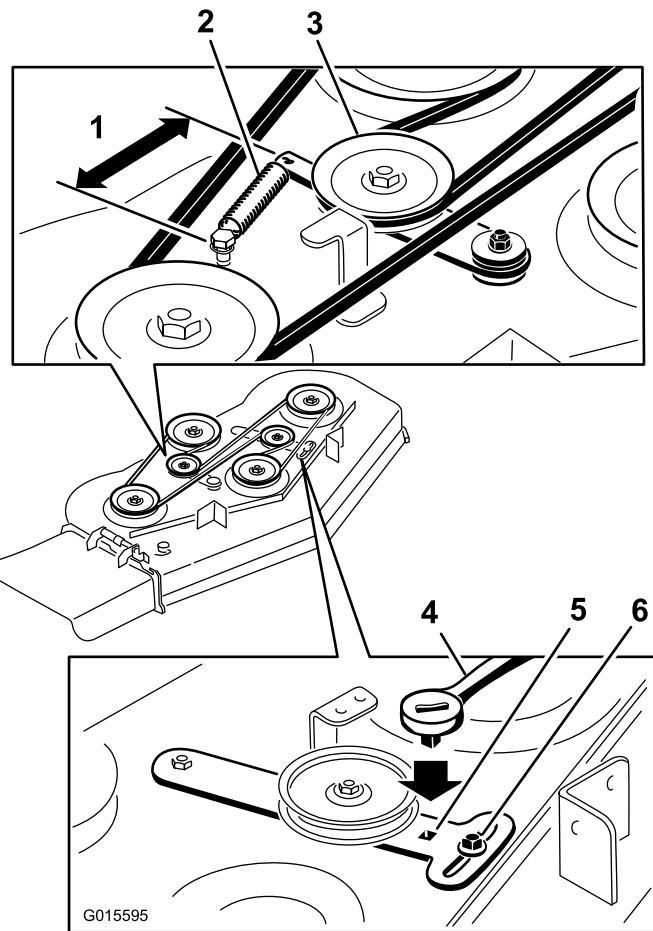
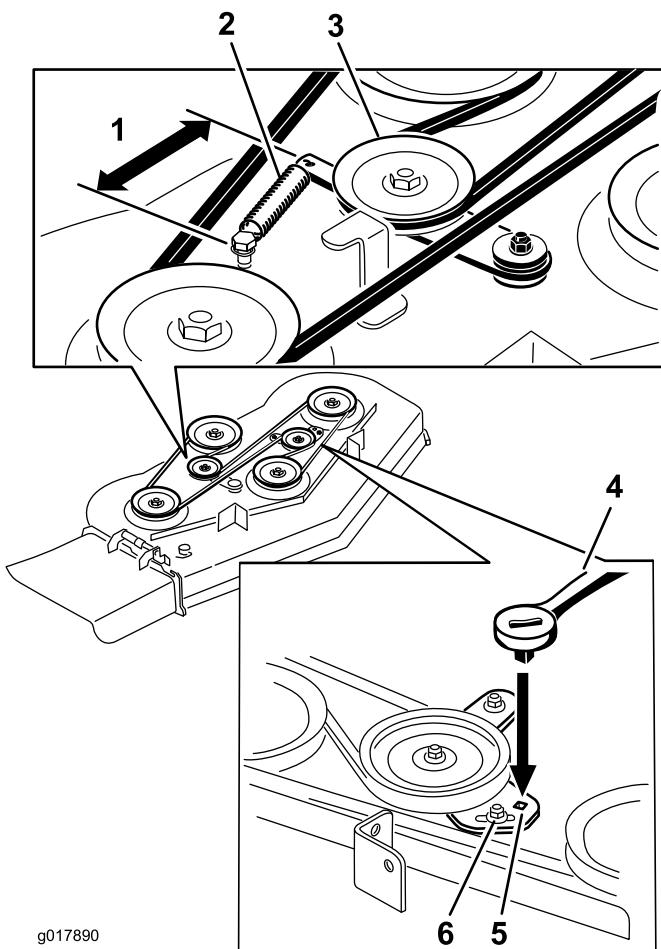

Figure 68
Figure 69
4. Desserrez la poulie de tension avant en desserrant l'écrou (Figure 68 et Figure 69).
5. Enlevez la courroie usée du tablier de coupe (Figure 68 et Figure 69).
6. Montez la nouvelle courroie autour des poulies du tablier de coupe et de la poulie d'embrayage (Figure 68 et Figure 69).
7. Au moyen d'un rochet dans le bras de renvoi, serrez la poulie de tension jusqu'à ce que le ressort soit tendu à 165 mm (6,5 po) entre les crochets (Figure 68 et Figure 69).
8. Serrez la poulie de tension avant en serrant l'écrou (Figure 68 et Figure 69).